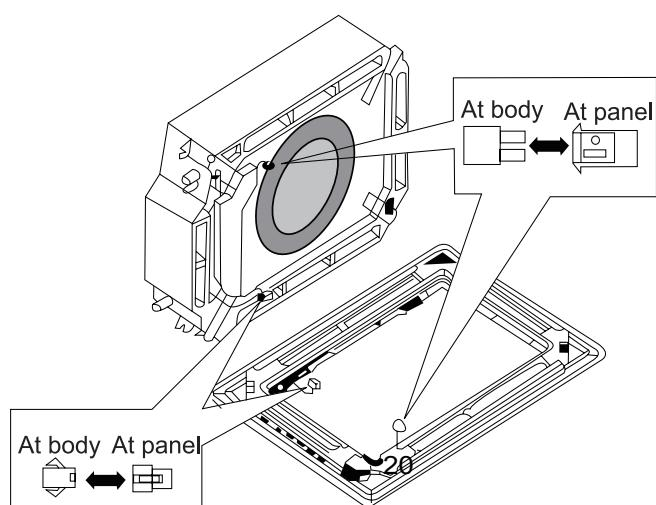

**Fig.24**
1. Instale dois grampos (Acessório) sobre a unidade principal (no canto lateral da tubulação de refrigerante e no canto oposto). O detalhe está exemplificado na Fig.24. Preste atenção em deixar o grampo de 15 a 20mm desparafusado para que possa pendurar o painel facilmente